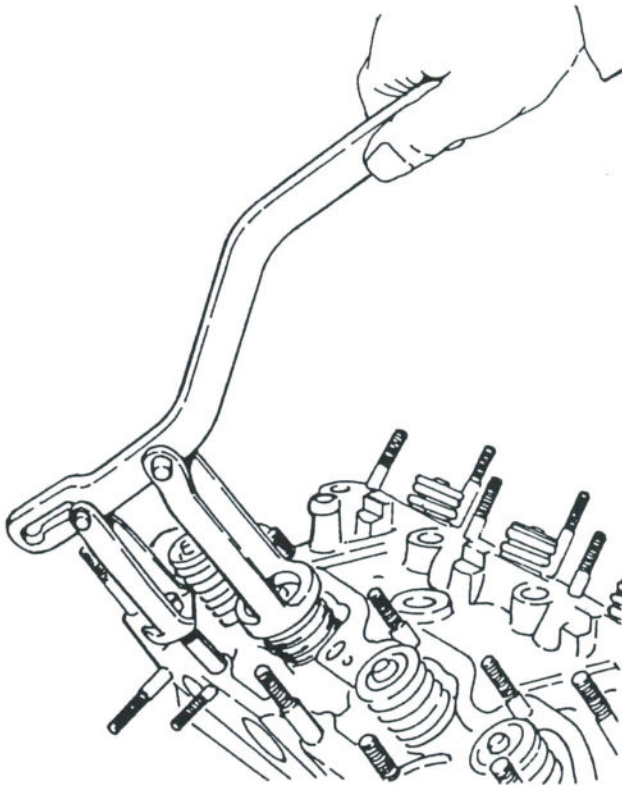

Bild 37
- Die Einlass- und Auslassventile mit Hilfe eines Ventilhebers ausbauen. Bild 37 zeigt, wie ein solcher Ventilheber an den Federn angesetzt wird. Falls das gezeigte Spezialwerkzeug nicht zur Verfügung steht, können entsprechende Hilfsmassnahmen mit einem beliebigen Ventilheber getroffen werden. Falls überhaupt kein Ventilheber vorhanden ist, kann man die Ventile in folgender Weise ausbauen: